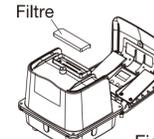

Figure 3
- 4 Retirez le filtre du boîtier supérieur et remplacez-le par un filtre neuf ou propre. (Figure 3)